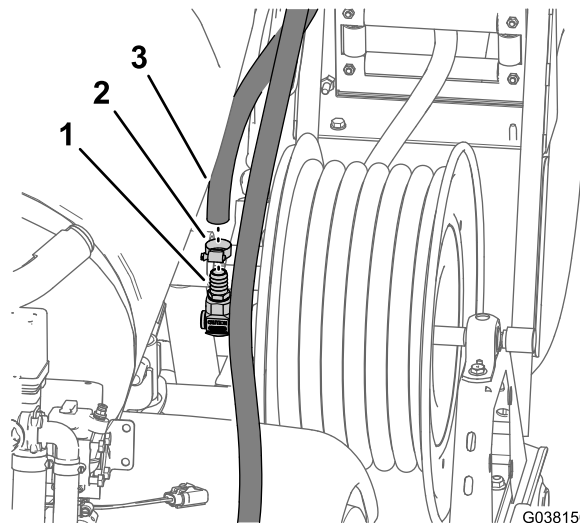

图12
1. 取下将供水软管固定至软管卷进口转盘宝塔接头的软管夹 图12。
2. 从宝塔接头上卸下供水软管 图12。